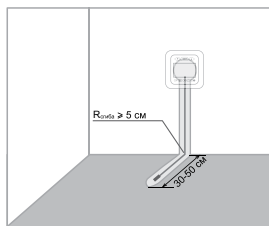

Рис.2
- Сделайте штробу (ширина - 2 см, глубина 2 см) для последующего размещения гофрированной трубки с датчиком температуры и монтажных (холодных) концов нагревательного мата. Штроба должна проходить в стене от места расположения терморегулятора к полу и продолжаться в поверхности пола на 30-50 см к центру зоны нагревательного мата. Участки штробы в стене и в полу должны быть перпендикулярны друг другу (см. Рис.2). Изгиб гофрированной трубки с датчиком температуры допускается только в месте перехода со стены на пол. Соблюдение этих условий обеспечит свободное движение датчика температуры внутри трубки и позволит предусмотреть возможность его замены в случае необходимости (выход из строя, установка другого термостата и т.п.).